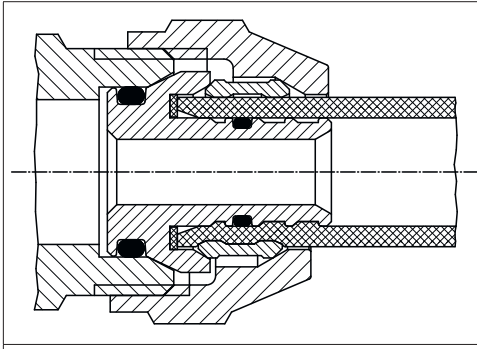

Abb. 4: Verschraubung montiert
- ▶ Montieren Sie die Klemmringverschraubung (siehe Abb. 4).